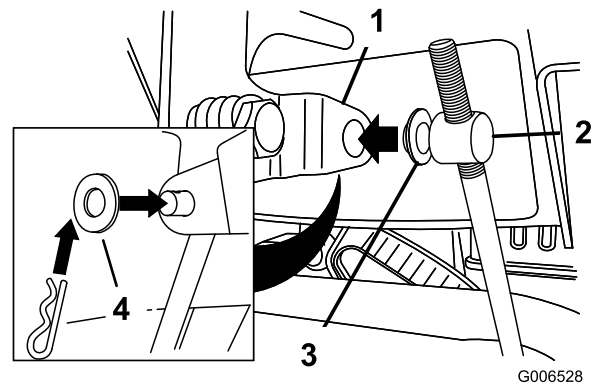

Figure 11
3. Retirez la goupille fendue et la rondelle extérieure du tourillon à l'extrémité supérieure de la tige de commande de vitesse (Figure 11).
Remarque: Pour faciliter l'installation, laissez la rondelle plate sur le tourillon (Figure 11).
6. Soulevez la tige de commande de vitesses et insérez le tourillon dans le trou du levier sélecteur de vitesses (Figure 11).
- B. Désaccouplez le tourillon du sélecteur de vitesses (Figure 11).
- C. Tournez le tourillon vers le bas (sens horaire) sur la tige de commande de vitesse (Figure 11).
- D. Accouplez le tourillon au sélecteur de vitesses (Figure 11).
- C. Tournez le tourillon vers le haut (sens antihoraire) sur la tige de commande de vitesse (Figure 11).